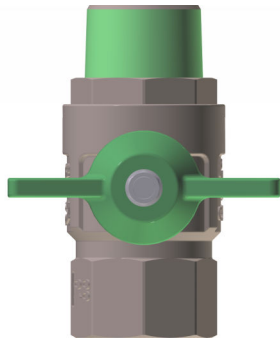

Abb. 21: Hauptabsperrrventil geschlossen
- Die Hauptabsperrrventile (Abb. 21) sind geschlossen.